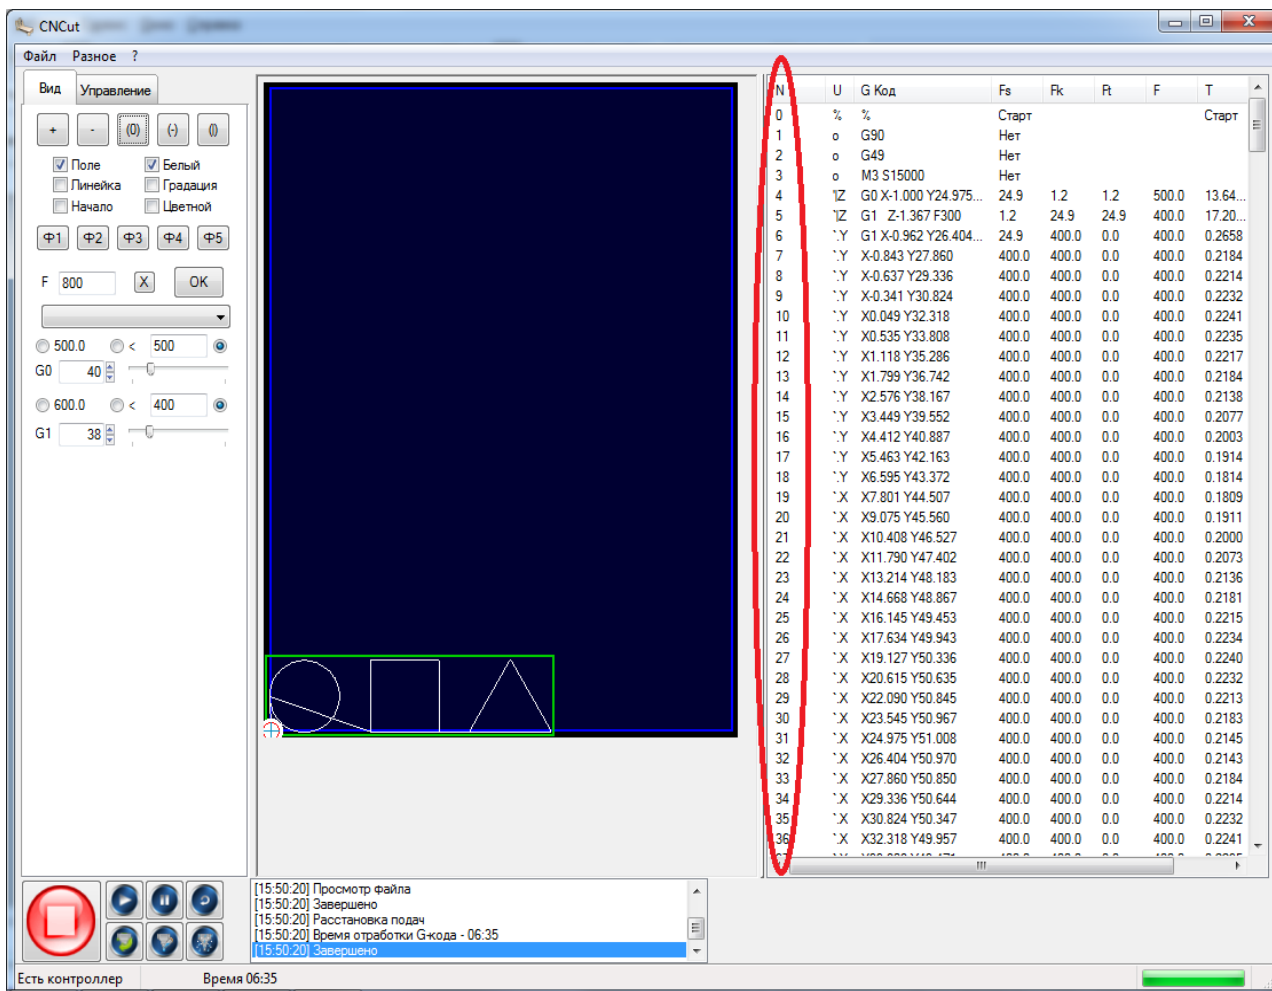

Рисунок 62. Столбец « N»
1. Столбец «N»-отображает номер строки, рисунок 62